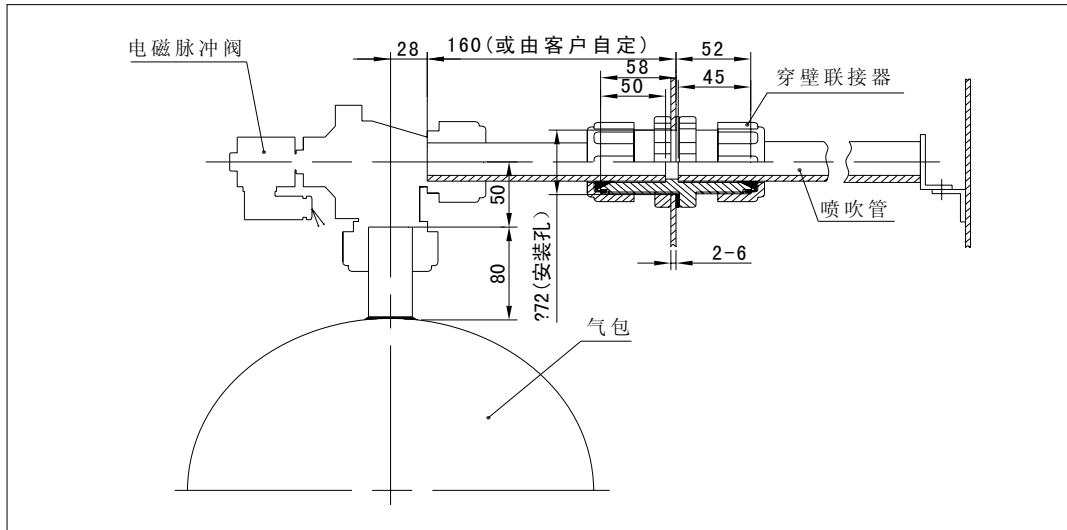

图10 DMF-ZM-40S型电磁脉冲阀与穿壁联接器(FAP-A-2)安装图
3. 电磁脉冲阀的电源插头应与脉冲控制仪输出线相连接。阀线圈上的专用插头有三个插孔，有“≡”符号的接地线，用户按有关规程决定是否接地（电压小于 36V 时可不接地，大于 36V 时应接地），另两个线圈电源插脚，分别与脉冲喷吹控制仪对应的端子和公共线端子相连接，见图 10 所示。（应参照脉冲喷吹控制仪使用说明书有关章节安装）